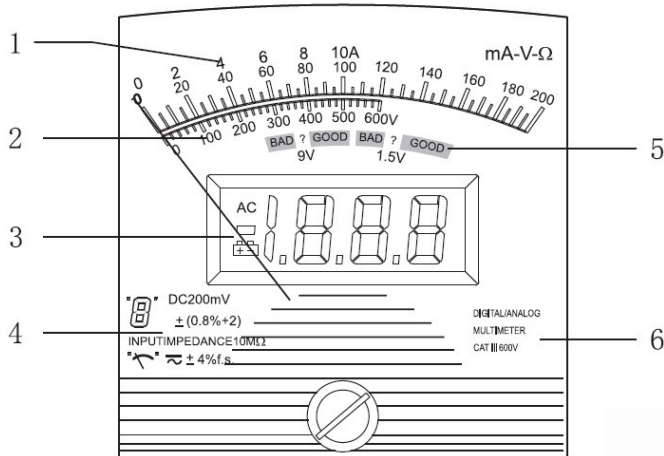

Рисунок 2
5. Измерительная шкала и дисплей (см. рисунок 2)